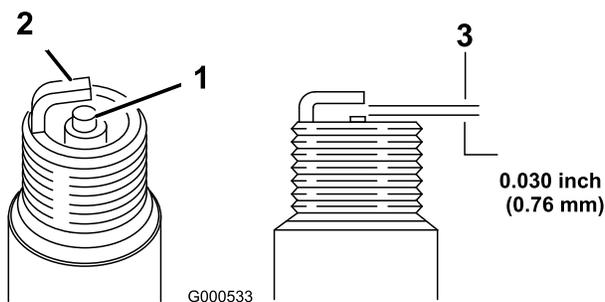

Figure 25
1. Contrôlez la bougie (Figure 25).
2. Contrôlez l'écartement entre l'électrode centrale et l'électrode latérale (Figure 25). Courbez l'électrode latérale si l'écartement est incorrect.